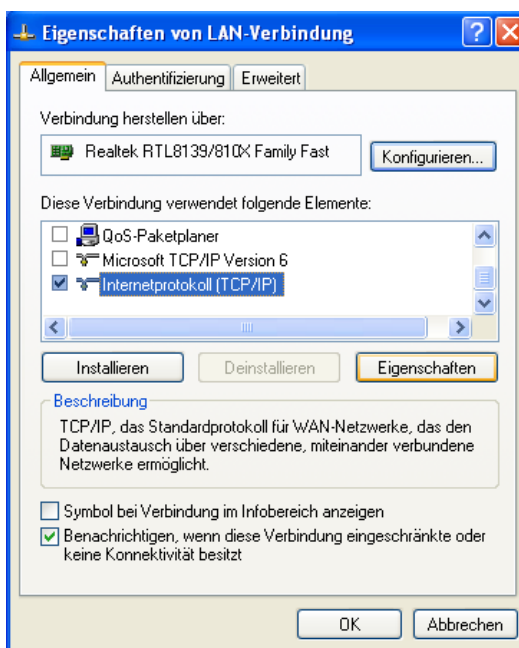

Bild 3
4. Alle Protokolle abwählen, außer das 'Internetprotokoll (TCP/IP)'. Das Protokoll anwählen und 'Eigenschaften' anklicken. ( Bild 3)